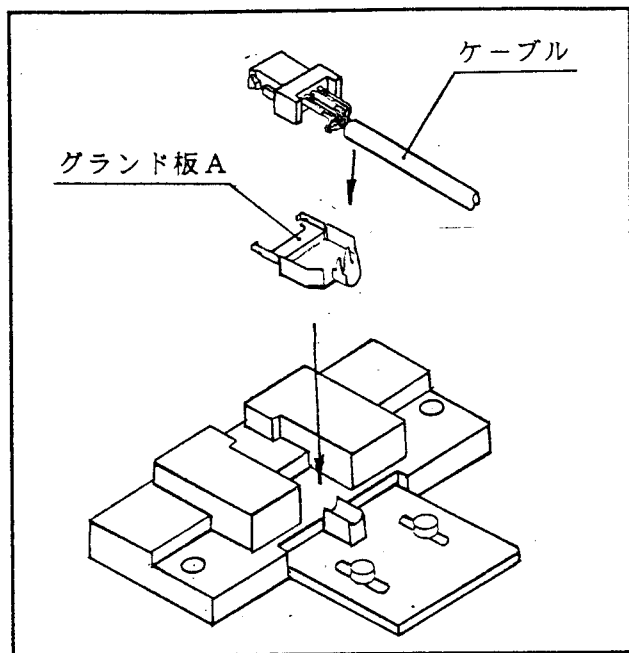

図 4
- ① 予め、『2-1 ハーネス工程について』の工程 No. 1～3 を行って下さい。
- ② 図 4 の様にグラウンド板 A と半田付けを終了したケーブルをセットして下さい。
- ③ プレスのハンドルを下げ、ケーブルを加締めて下さい。